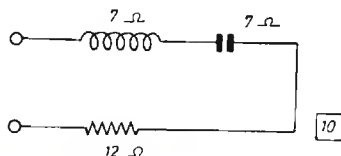

Fig. 10
**Definire l'impedenza del circuito di fig. 10 se la frequenza è doppia di quella di risonanza.**